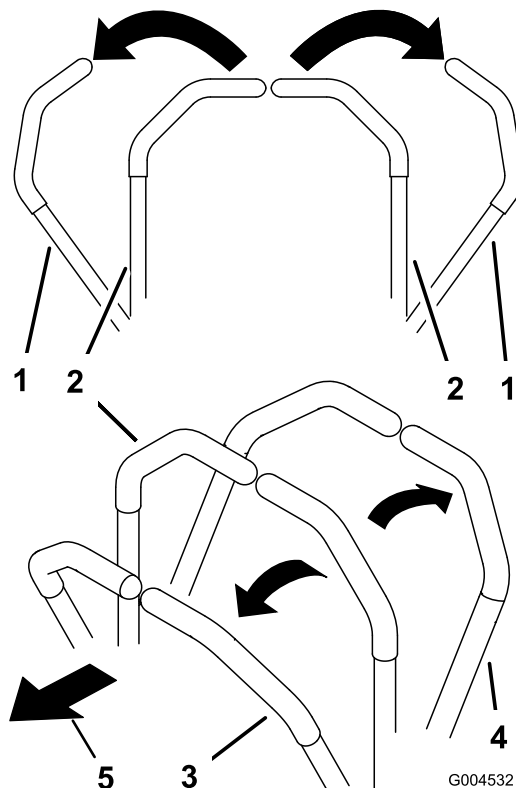

Figura 16
2. Para andar para a frente empurre as alavancas de controlo do movimento para a frente (Figura 16).
Para andar a direito, aplique pressão igual em ambas as alavancas de controlo do movimento (Figura 16).
Para rodar, liberte a pressão da alavanca de controlo de movimento virada para a direcção para a qual quer virar (Figura 16).